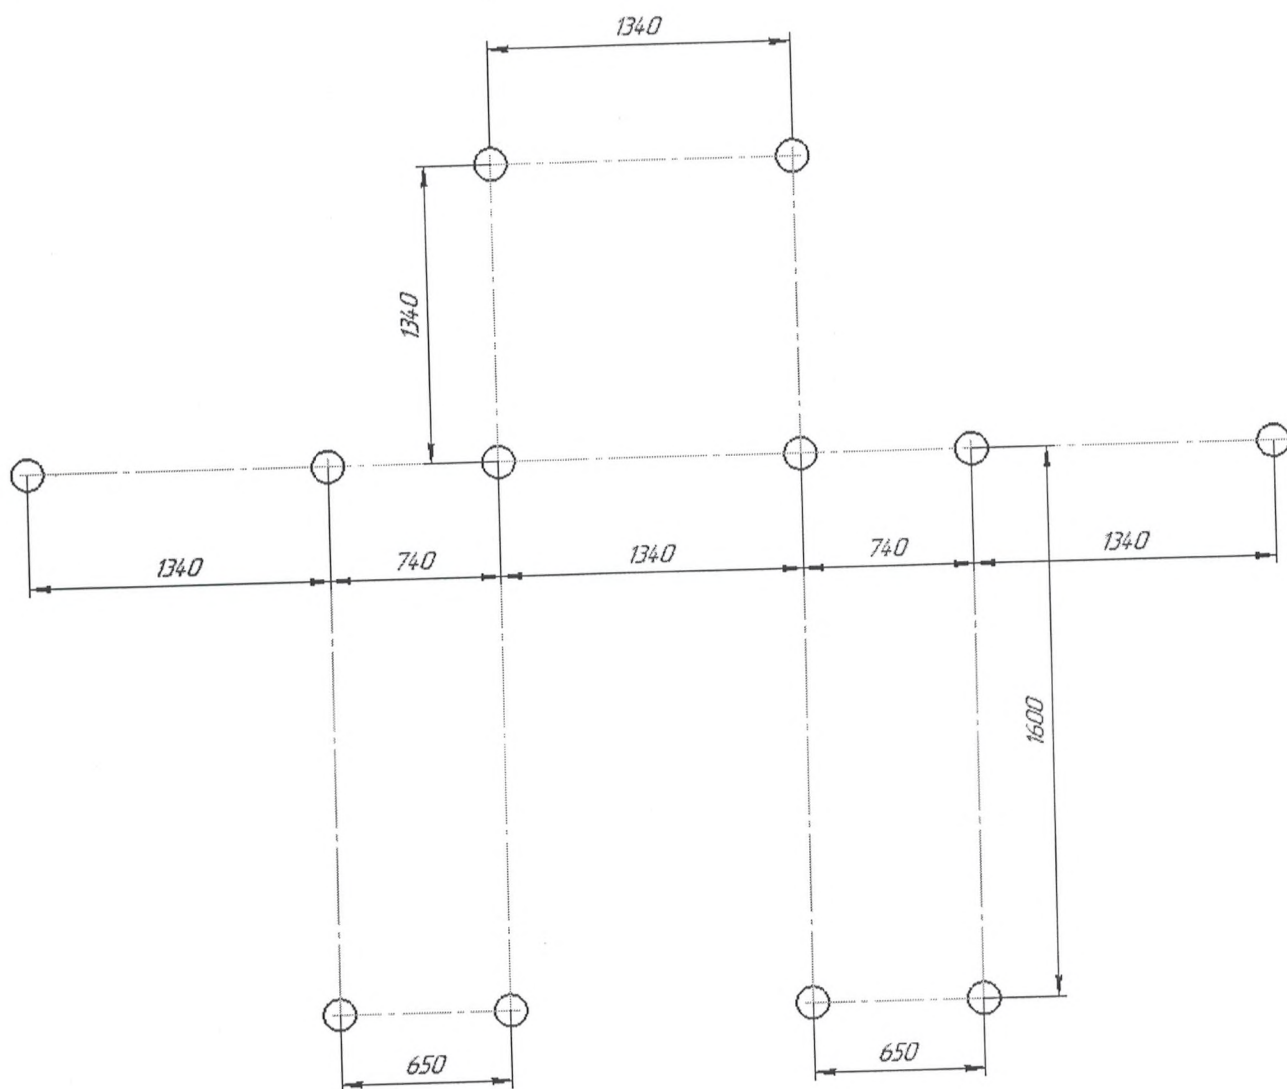

Рис.4 Схема расположения опор
- разметить площадку (рис.4) и подготовить ямы 300x300, глубиной, в зависимости от длины стоек (табл.8);